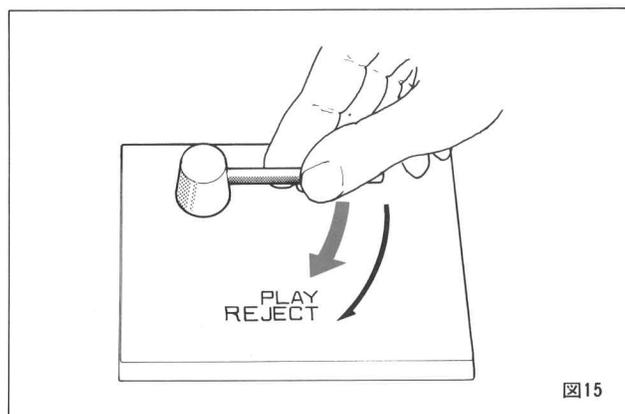

図15
- ⑤ PLAYレバーを矢印の方向に押しますとアームは静かにレコード面上に降りレコード演奏が始まります。(図15) 演奏が終わりますとアームは自動的にアームレストに戻り、ターンテーブルも停止します。
- ⑥ レコード演奏を途中で止めたいときにはPLAYレバーを矢印の方向に押しますとアームは自動的にアームレストに戻り、ターンテーブルも停止します。(図15)